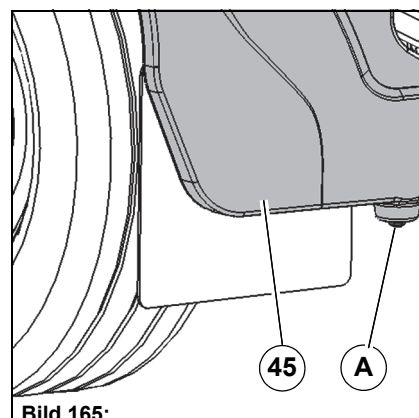

Bild 165:
2. Skruva ut avtappningsskruvarna **Bild 165-A** på båda sidorna av färskvattentanken **Bild 165-45** och töm tanken. Använd en ny tätning vid inskruvningen.